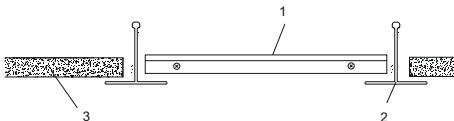

Рисунок 3
4.2.3 Встраиваемый монтаж производить в подвесные потолки типа «Armstrong» для светильника ДВО 1001А, ДВО 1101А, ДВО 1201А, ДВО 1301А (см. рисунок 3). Светодиодную панель (1) установить на место потолочной плиты 600×600 мм (3) в межпотолочное пространство между направляющими (2) потолка «Armstrong», как показано на рисунке 3.